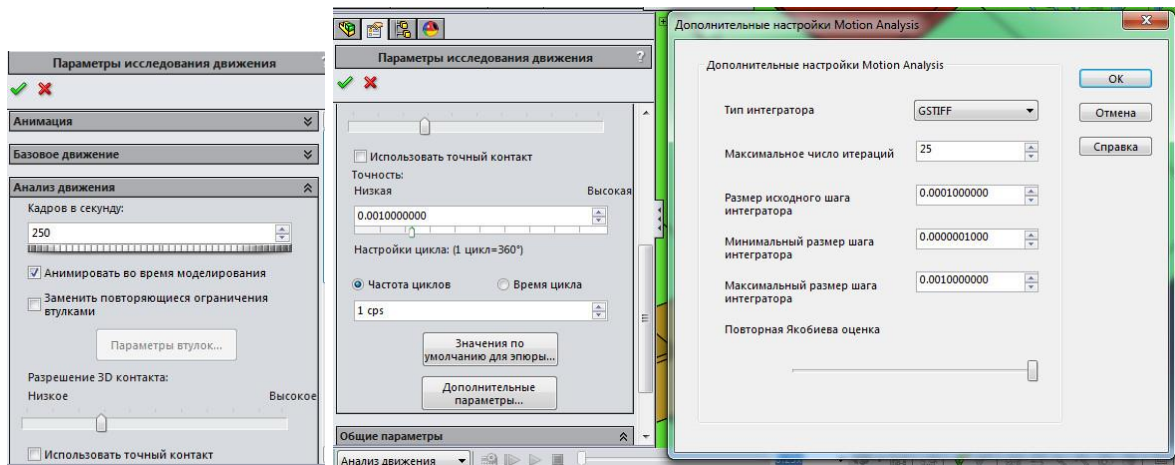

Рис. 12. Налаштування дослідження
**5.1. Встановити властивості дослідження як показано на рис.12** нижче. Параметри вирахованого процесу налаштовується командою **Властивості дослідження руху**. Як видно, встановлена достатньо велика частота кадрів – параметру **Кадрів в секунду** присвоєно значення 300 – і відносно малий максимальний крок вирішувача – **Максимальний розмір кроку інтегратора** виставлений рівним 0,01 с. Нагадуємо, що ці два налаштування ніяк не пов'язані між собою.